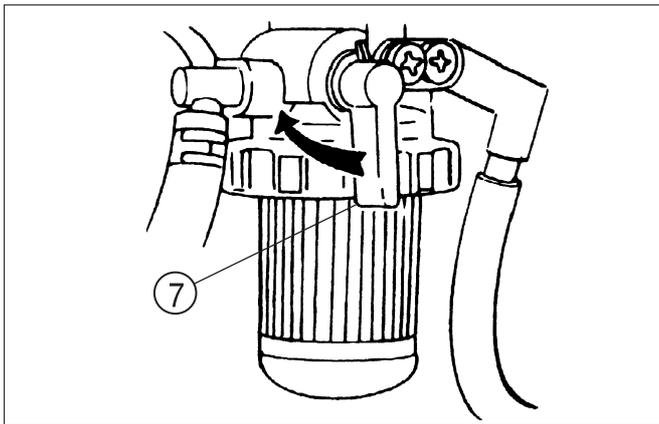

FIG. 94
**FIG. 94 :** Etape 7 – Faites le plein du réservoir de carburant pour empêcher la condensation de se former à l'intérieur du réservoir. Tournez la position du robinet du filtre, 7, sur la position ARRÊT.